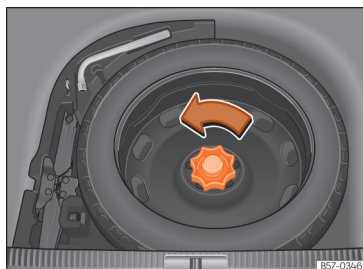

Fig. 241 Na bagageira: piso de carga levantado.
- Mova a roda no sentido contrário ao dos ponteiros do relógio »» **Fig. 241.**